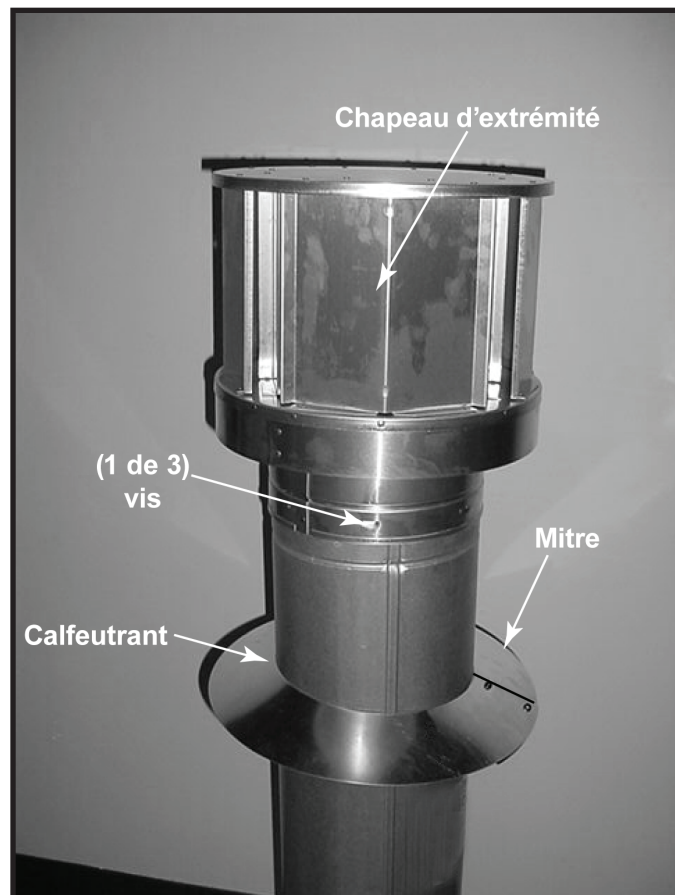

Figure 7.14
- Appliquez du calfeutrant autour de la partie supérieure de la mitre. Voir la Figure 7.14.
- Attachez le chapeau en vissant les trois vis autotaraudeuses (fournies) à travers les trous de guidage du col extérieur du chapeau de la partie extérieure du conduit de cheminée (voir figure 7.14).